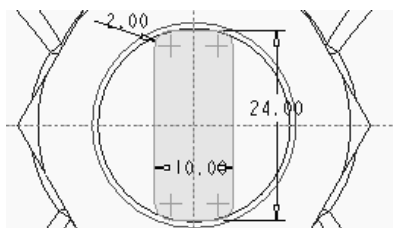
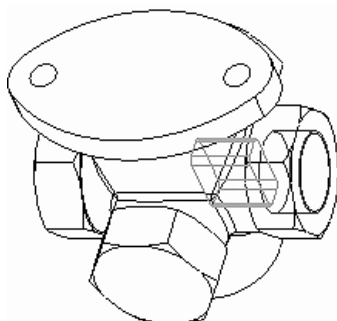

图 6-77 拉伸移除命令矩形草图
图 6-78 拉伸移除的方孔
(3) 单击【拉伸】按钮 ，点选刚绘制的旋转孔底面为草绘平面，绘制矩形草图如图 6-77 所示。指定拉伸深度为 20.00，单击【移除材料】按钮 ，单击 ☒ 完成拉伸移除特征，如图 6-78 所示。